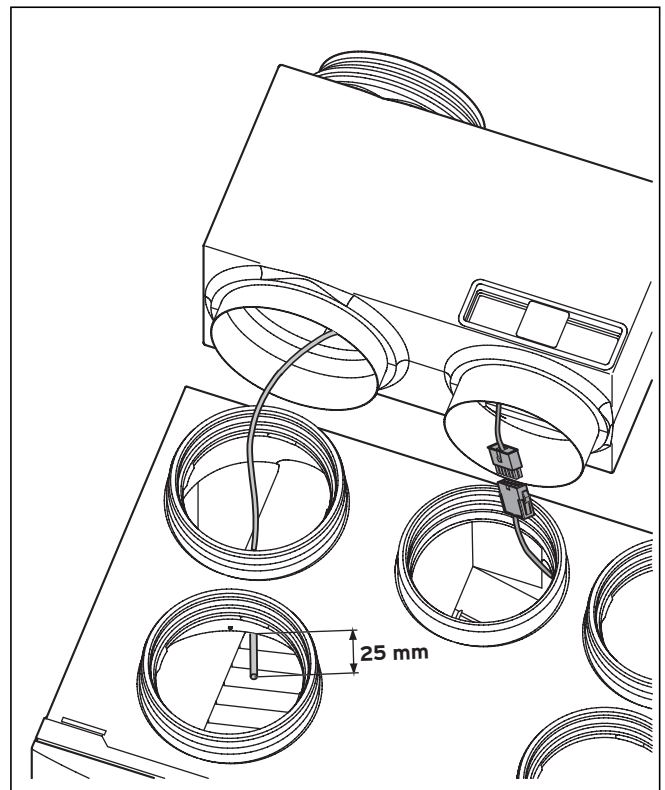

Abb. 4.10 Einbaulage des Temperatursensors
- Ziehen Sie das Gehäuse (1) der Fernbedienung vom Wandsockel (3) ab.
- Bringen Sie zwei Befestigungsbohrungen (2) mit Durchmesser 6 mm (entsprechend Abbildung 4.10) an und setzen Sie die mitgelieferten Dübel ein.
- Ziehen Sie das Anschlusskabel durch eine Kabeldurchführung (4).
- Schließen Sie das Anschlusskabel an die entsprechenden Klemmen (eBUS „+“ und „-“) der Klemmleiste (5) an.
- Setzen Sie das Gehäuse (1) so auf den Wandsockel (2), dass die Stifte an der Rückseite des Oberteils in die Aufnahmen passen.